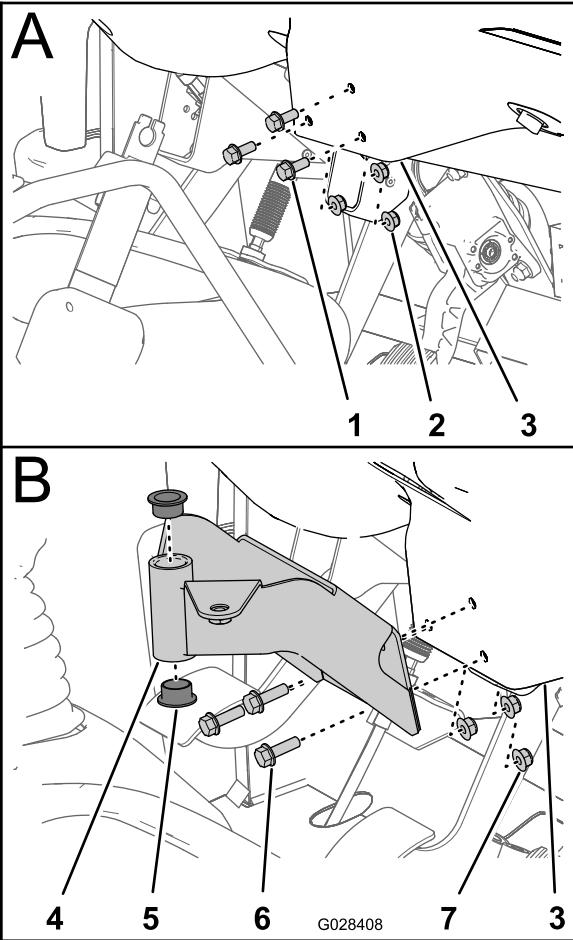

図 18
- ダッシュパネルの中央下部分をダッシュパネル支持ブラケットに固定しているボルト3本とナット3個を外す(図18)。
2. 中央コンソール用取り付けブラケットの穴を、ダッシュパネルと支持ブラケットの穴に合わせる図 18。
4. ボルトとナットをトルク締めする(図 18)。
5. 取り付けブラケットにプラスチック製ブッシュ2個を入れる図 18。